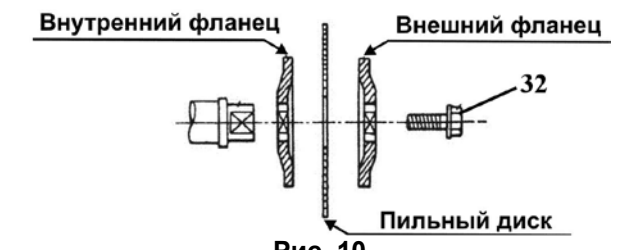

Рис. 10
Установите пильный диск (34) в соответствии с последовательностью, указанной на Рис.10 так, чтобы зубья пильного диска (34) были направлены вниз в передней части пилы, Рис.8. Положение надёжно закрепите винтом (32).
11.2. Регулировка угла наклона пиления 45°, Рис. 10,14